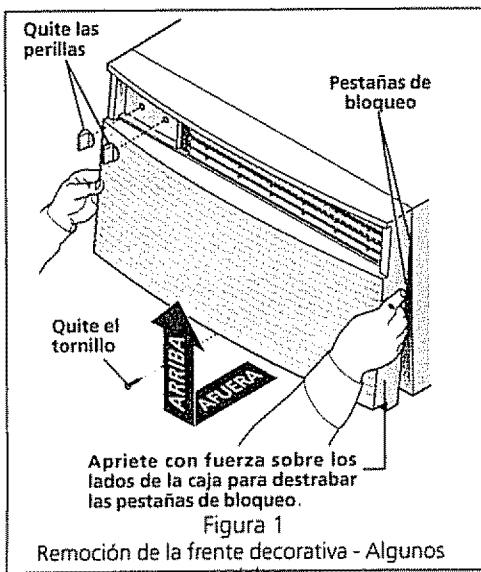
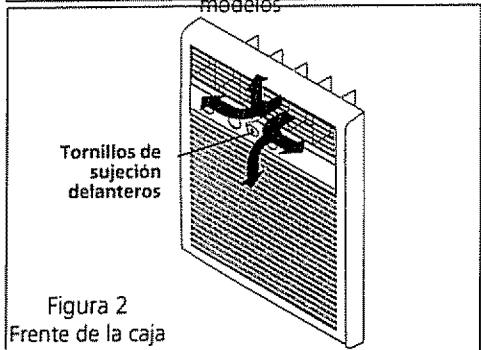

Figura 1
Figura 2
Instalación del panel delantero- algunos modelos de descarga lateral de aire (Figura 1)
- 2 Quite las perillas jalando con fuerza, quite la placa de control. Quite el tornillo de sujeción delantero en la parte inferior del frente (consulte la Figura 1 o 2 para la ubicación, según su modelo)
- 3 Apriete con fuerza sobre los lados de la caja metálica cerca del frente y aproximadamente en la mitad desde la parte superior del frente para la Figura 1, o hasta 2/3 desde la parte superior del frente para Figura 2
- 3 Instale el tornillo delantero de sujeción en la parte inferior del aparato (consulte la Figura 1 o 2 para la ubicación, según su modelo).